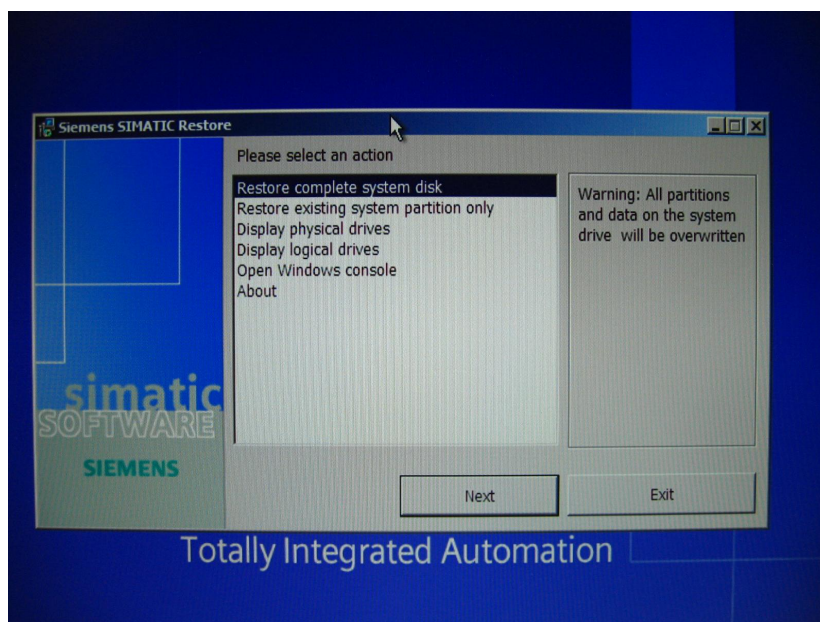

图 13
(B) 光驱启动后，根据向导选择相应的操作，如图 13 所示。